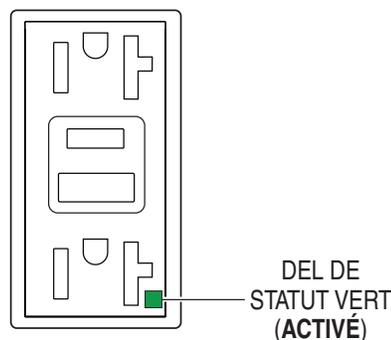

Figure 63. Prise GFCI (ON)
3. Vérifiez que la DEL d'état de la prise GFCI correspondante (Figure 63) est **est allumée (VERT)**.